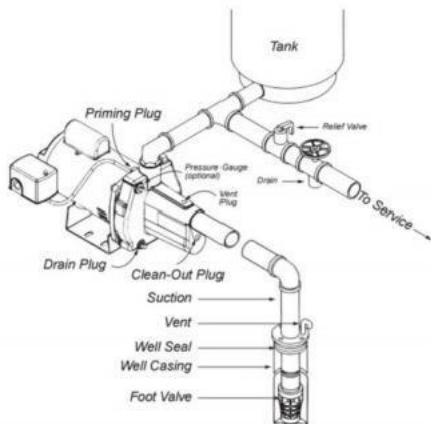

FIG.2A PUITS PEU PROFOND L (AVEC VANNE FOOT)
d)Service Ligne : La ligne de service doit être connectée comme montré dans Fig.2a, b, c ou d.Le la taille de la ligne de service requise est gouverné entièrement par le montant de l'eau nécessaire et le longueur du tuyau. Le tuyau sélectionné doit être grand assez pour que le frottement perte